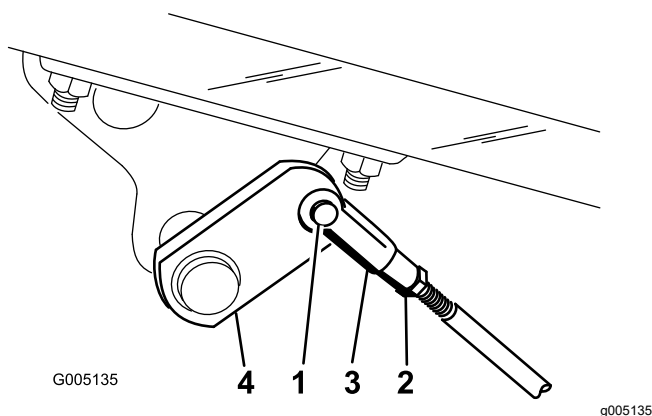

Figura 49
- A. Desconecte las varillas de los frenos retirando el pasador de horquilla y la chaveta (Figura 49).
- B. Afloje la contratuerca y ajuste la horquilla (Figura 49).
- C. Monte la horquilla en el eje del freno (Figura 49).